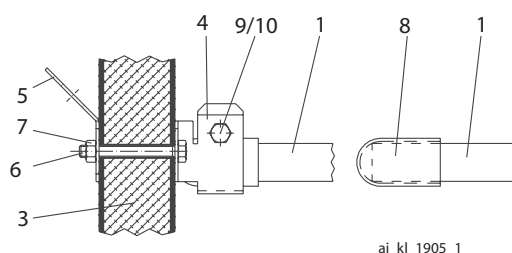
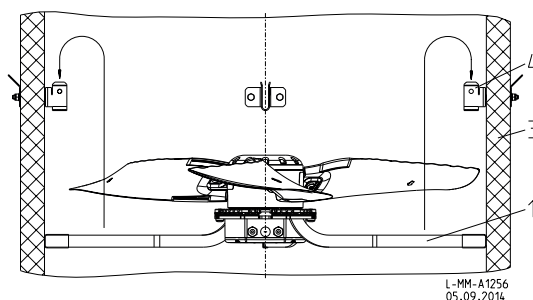

Figura 2
Figura 3
Fijar la escuadra de soporte (4) y el estribo de sujeción (5) **figura 2** con tornillos (6), pero apretar éstos sólo hasta el punto que ni la escuadra de soporte ni el estribo de sujeción se empotren en la pared de la chimenea (3).
Para el aseguramiento de los tornillos se utilizan tuercas autofijadoras (7). Las caperuzas protectoras (8) suministradas deben colocarse sobre los extremos de los brazos portantes del ventilador (1), **figura 2**.
Introducir el ventilador (1) según la **figura 3** en la chimenea y centrarlo en las escuadras de soporte (4). Adicionalmente, el soporte debe asegurarse mediante el atornillamiento (9/10) según la **figura 2**. Los cuatro estribos de fijación (5) tienen la forma de ojetas para el transporte y, en caso necesario, pueden utilizarse para la fijación adicional p.ej. mediante cables portadores, para aliviar a la chimenea del peso de ventiladores de gran tamaño.